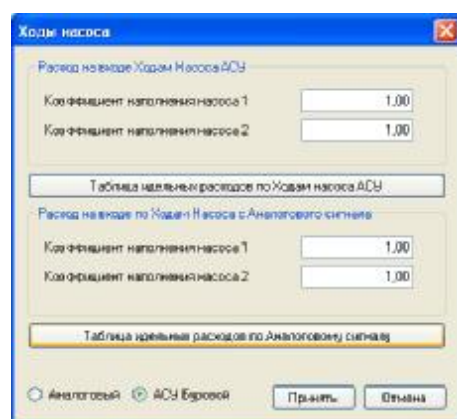

Рисунок 18. Окно «Ходы насоса»
**Кнопка «Ходы насоса».** Эта кнопка выводит на экран компьютера окно «Ходы насоса» (смотри рисунок 18). В этом окне можно: